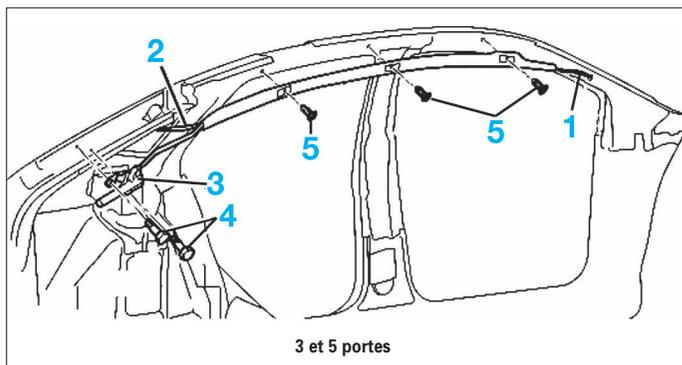

FIG. 13
- le cordon de fixation avant (1) de module airbag rideau latéral (Fig.13 ou 14).
- le cordon de fixation arrière (2) de module airbag rideau latéral (berline 3 et 5 portes uniquement).
- Déconnecter le connecteur (3) de l'airbag.